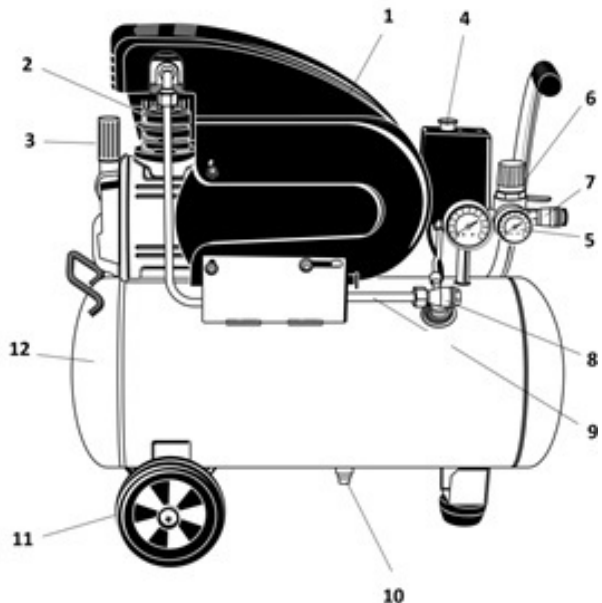

Рис.1
## ОПИСАНИЕ ОБОРУДОВАНИЯ (Рис.1)
- Установите колеса (11, Рис. 1) на ресивер (12, Рис. 1).
- Извлеките заводскую транспортировочную пробку маслосливной горловины (3, рис.1).
- Залейте масло в картер и завинтите в маслосливную горловину сапун (3, рис.1). Заправочный объем картера указан в таблице 1.